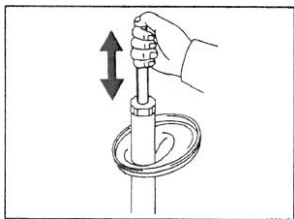

Рисунок III-16
1. Вытяните шток амортизатора как можно дальше. (см. *Рисунок III-16*)